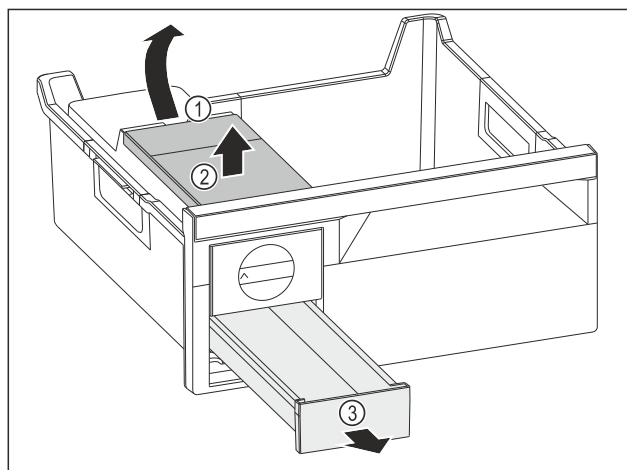

Fig. 90
- ▶ Vađenje spremnika za vodu: Podignite spremnik za vodu na otvoru Fig. 90 (1).
- ▶ Izvadite spremnik za vodu Fig. 90 (2) prema gore.
- ▶ Izvadite ladicu Fig. 90 (3) prema naprijed.